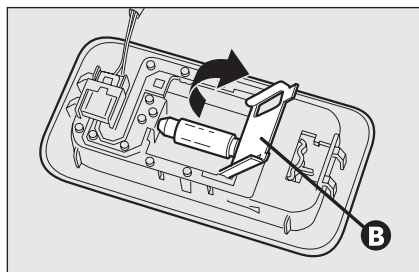

fig. 43
- ☐ ouvrir le couvercle de protection **B-fig. 43** et remplacer l'ampoule en la dégageant des contacts latéraux et en s'assurant que la nouvelle ampoule soit correctement bloquée entre les contacts mêmes;